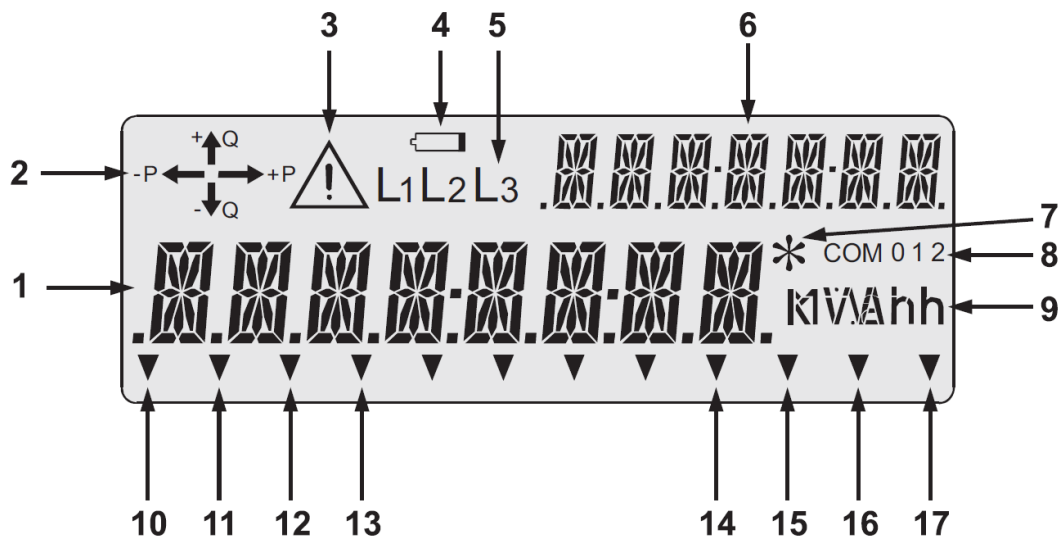

Рисунок 8.6 - Рідкокристалічний індикатор лічильника
**а) наявність на РКІ лічильника індикаторів фаз напруги (див. рис. 8.6 поз. 5)**
В процесі експлуатації лічильника необхідно відстежувати появу на РКІ знаку «Знижена напруга літієвої батареї» (див. рис. 8.6 поз. 4) і коду попередження "**W1 000001**", який висвічується в циклі прокрутки параметрів. Літієву батарею слід замінити при появі вищевказаних знаку та попередження.
Потім необхідно переконатися у відсутності на РКІ лічильника кодів помилок і попереджень (опис кодів і послідовність дій при їх виникненні викладені в 8.1 цього паспорту) та індикатору низької напруги батареї (див. рис. 8.6 поз. 4). При наявності індикатору низької напруги батареї необхідно замінити літєву батарею, виконавши дії, зазначені в 8.3 справжнього паспорту.
Якщо лічильник запрограмований для роботи в багатотарифному режимі, то при відображенні даних по тарифам на РКІ лічильника повинен світитися відповідний трикутний індикатор (див. рис. 8.6 поз. 10-13) над позначенням тарифу (над "T1", "T2", "T3" або "T4"). У процесі відображення даних чинного в даний час тарифу, повинен блимати відповідний трикутний індикатор.
Індикатор напрямку енергії (див. рис. 8.6 поз. 2) стрілками, що світяться, вказує напрямок потоку енергії через лічильник. Необхідно переконатися в тому, що індикація напрямку потоку енергії відповідає реальному напрямку енергії.
При виникненні коду помилки (див. рис. 8.6 поз. 3) лічильник A1800 припиняє оновлення циклу відображення параметрів на РКІ, блокуючи індикатор кодом помилки.
Звернути увагу на індикатор розряду літієвої батареї (див. рис. 8.6 поз. 4) та, при необхідності, замінити батарею при відключеному живленні лічильника, для чого виконати функцію «СКИДАННЯ ПОПЕРЕДЖЕНЬ» за допомогою ПЗ Metercat.